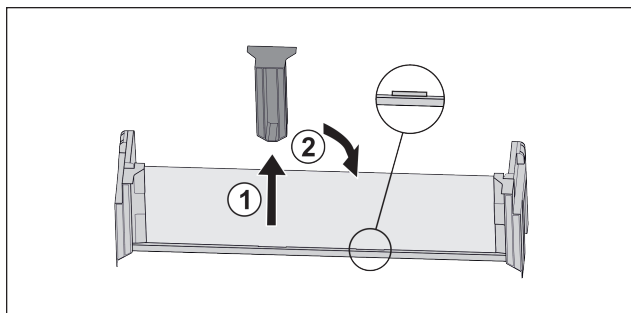

Fig. 22
- Extraire la pièce de retenue centrale Fig. 22 (1).
- Insérer la pièce de retenue centrale en deuxième position Fig. 22 (2).